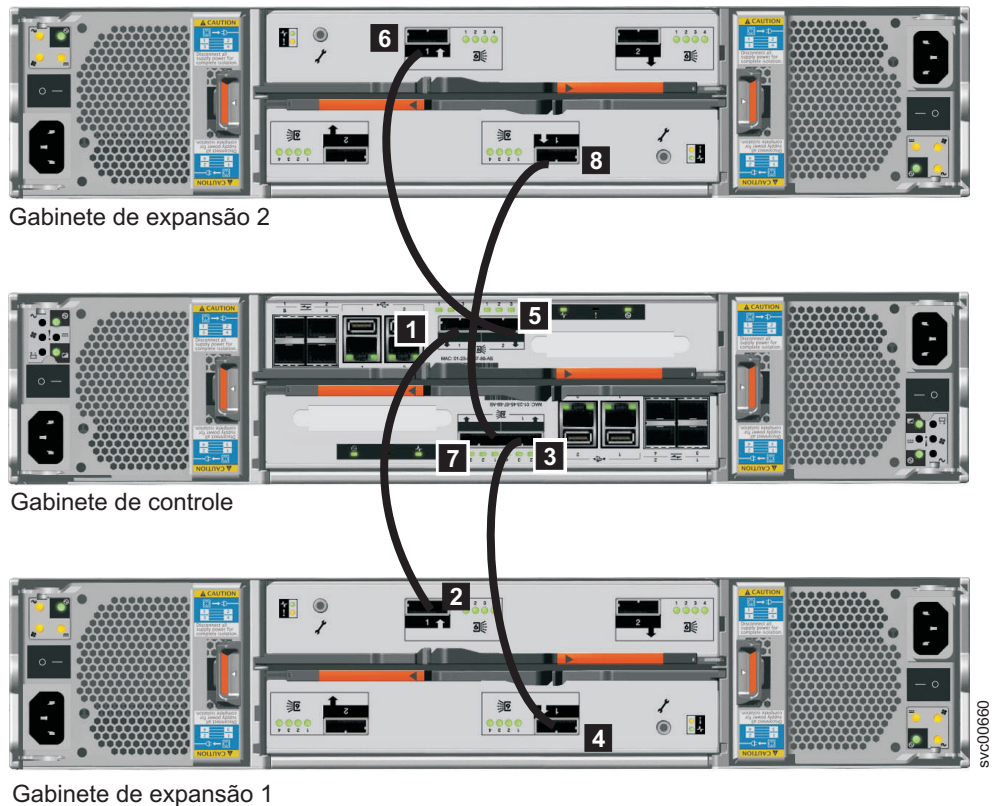

Figura 13. Incluindo um Segundo Gabinete de Expansão
3. Conecte os cabos SAS do gabinete de controle ao segundo gabinete de expansão, conforme mostrado em Figura 13. O segundo gabinete de expansão fica acima do gabinete de controle.